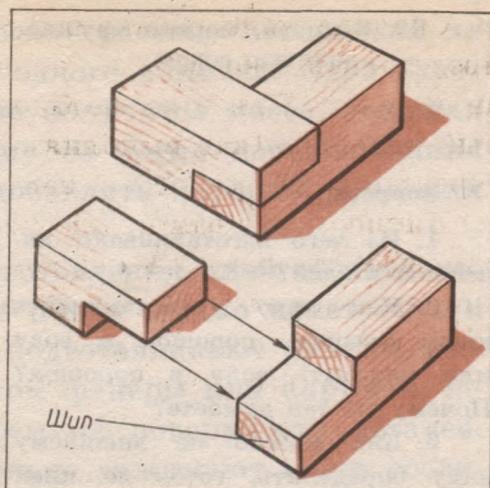

Рис. 67. Угловое концевое соединение брусьев вполдерева.
*Угловое концевое соединение вполдерева* — самый простой способ из всех угловых соединений. На конце каждого бруска вырезают древесину на половину его толщины, и при наложении (совмещении) деталей изделие получается толщиной, равной толщине одного бруска (рис. 67).